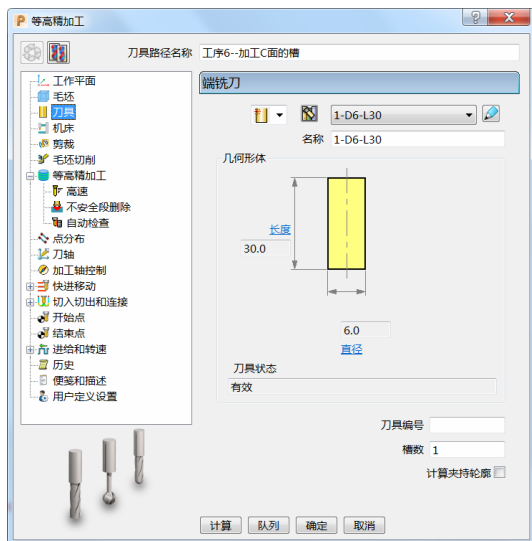

图 5-40
- 3) 刀具：选择“ $\phi 6$ 立铣刀”，伸出 30mm 即可。（图 5-40）